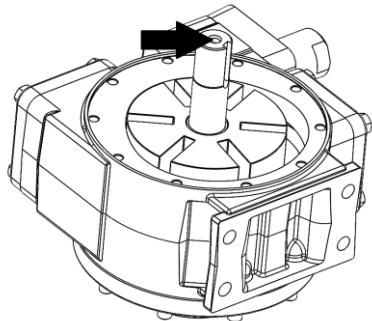
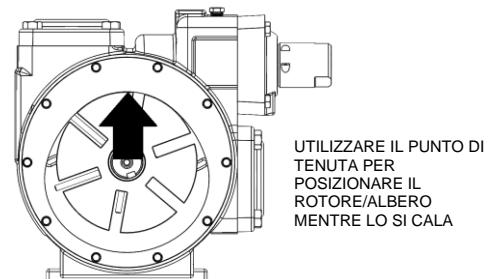

Figura 8 – Posizione per l'anello di sollevamento del rotore/albero
Figura 11 – Suggerimento per l'installazione del rotore/albero
- a. Rimuovere il tappo della valvola (1) e ruotare la vite di regolazione (2) per diminuire la pressione sulla molla.
- b. Rimuovere le viti a tappo del coprivalvola (5) e il coprivalvola (4).
- c. Rimuovere la guida della molla (7), la molla (8) e la valvola (9) dal foro della valvola.
- 11) Rimuovere il gruppo magnete condotto (52) e la chiave (35A). Appoggiare il gruppo magnete condotto su una superficie non magnetica, e lontano da altri componenti magnetici.
- 12) Sfilare l'interno testata (20) dall'estremità bagnata dell'albero (13) e metterla da parte. Per sfilare la testata potrebbe essere necessario esercitare una piccola leva intorno al diametro esterno, nel caso risulti difficile toglierla. Rimuovere e smaltire l'o-ring (72).
- 13) Rimuovere le palette (14). Controllare eventuali usure.
- 14) Rimuovere con attenzione il rotore/albero (13) dal cilindro della pompa. Per aiutare la rimozione è possibile installare un anello di sollevamento (filettatura 5/16-18 UNC) all'estremità del rotore/albero. Vedere figura 8. Assicurarsi che il rotore/albero non sia danneggiato e che non danneggi il cilindro, la boccola o la testata.
5. Installare il nuovo o-ring del copricuscinetto (26) nella scanalatura dell'esterno testata. Posizionare il copricuscinetto (27) sulla testata. Lubrificare i tappi a vite del copricuscinetto (28) con un composto antigripante di buona qualità e installarlo. Applicare una coppia come descritto di seguito.
7. Ispezionare le palette (14) e le asticelle di spinta (77) per verificarne usura e danni, ed eventualmente sostituirle come di seguito descritto:
- a. Le asticelle di spinta DEVONO essere installate nel cilindro della pompa prima del rotore e dell'albero (13). Per fare ciò, mantenere il rotore e l'albero verticali con l'estremità più corta verso il basso. Vedere Figura 8 per l'individuazione del gancio di sollevamento (di aiuto per l'installazione). Far scorrere le asticelle di spinta nei corrispondenti fori del rotore, quindi inserire il rotore/albero nell'estremità aperta del cilindro pompa. Vedere Figura 8 per l'individuazione del gancio di sollevamento (di aiuto per l'installazione). Evitare di far cadere il rotore/albero o danneggiare la boccola. Spingere il rotore verso il punto di tenuta mentre lo si cala, per aiutare a guidare l'albero nella boccola. Vedere Figura 11.